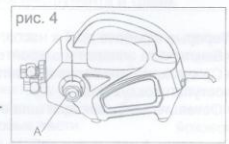

рис. 4
• Поверните ручку регулировки в рабочее положение (рис. 4). Давление в шланге B упадет, когда оно превысит предустановленное значение.